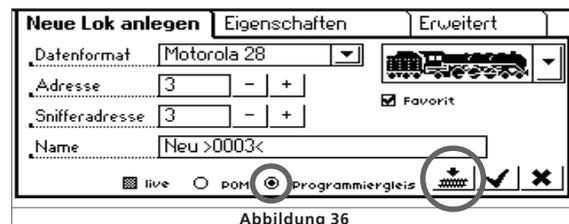

Abbildung 36
- Wählen Sie die Programmiergleisoption aus (Abb. 36).
- d) Lokliste sortieren nach Name (In Abb. 36 aktiviert)